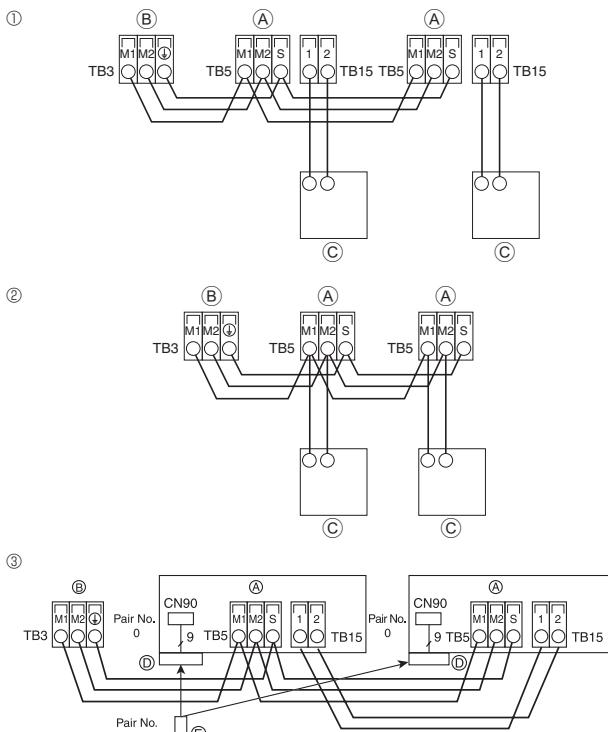

Рис. 6-3
6.4. Подсоединение пульта дистанционного управления, кабелей передачи внутри и снаружи (Рис. 6-3)
- ① Пульт дистанционного управления "MA"
- ② Пульт дистанционного управления "M-NET"